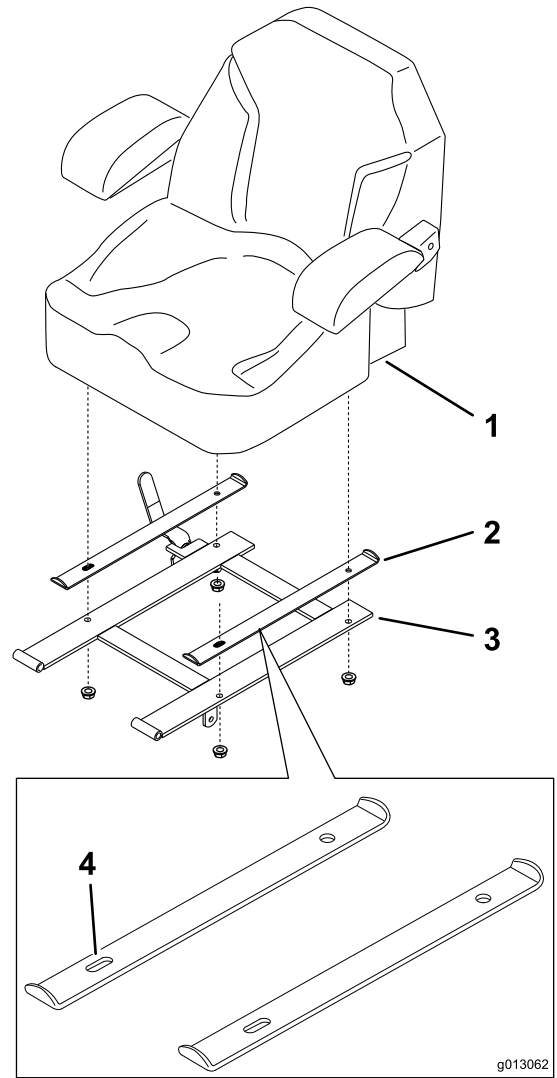

Figure 9
5. Déposez le cadre et les entretoises du siège en retirant les quatre contre-écrous (Figure 9). Mettez au rebut le cadre du siège et conservez les contre-écrous et les entretoises.